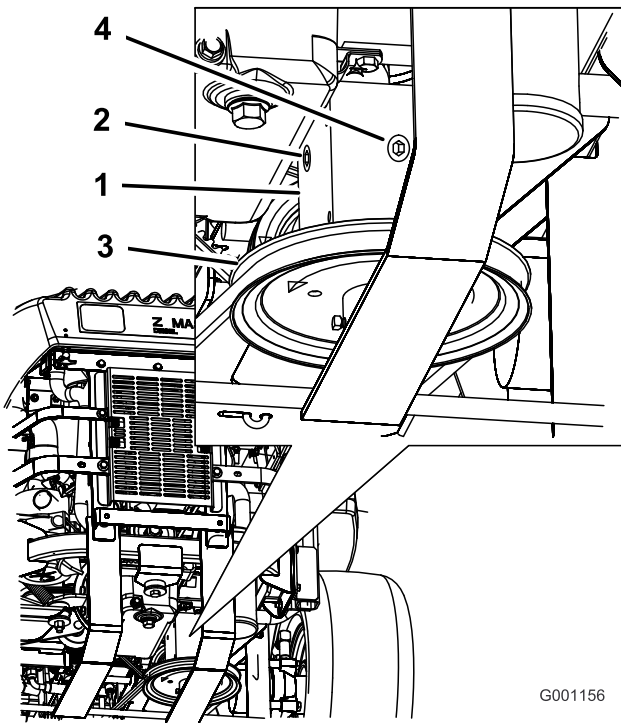

Figura 63
4. Retire el tapón lateral o trasero de la caja de engranajes (Figura 63).